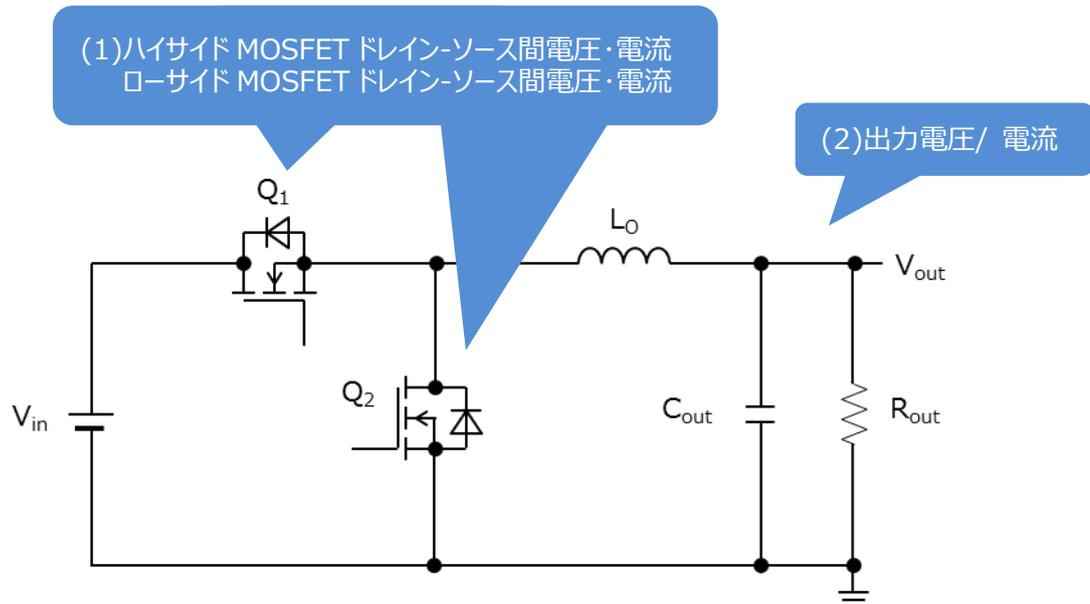

図 3.1 シミュレーション波形測定ポイント一覧
ここではシミュレーション回路における各部の動作シミュレーション波形を図 3.1 ( (1) ~ (2) ) のそれぞれのポイントで示します。
(1) 非絶縁 DC-DC 電源 (Buck コンバーター方式) 基本動作 (「ハイサイド MOSFET ドレイン-ソース間電圧・ドレイン電流、ローサイド MOSFET ドレイン-ソース間電圧・ドレイン電流、出力インダクター電流」)
(2) DC-DC 電源としての「出力電圧・電流」
実際に回路モデルを使用する際には、図 3.1 以外の部分についても波形を表示させることが可能です。波形の表示方法については第 5 章で記述します。